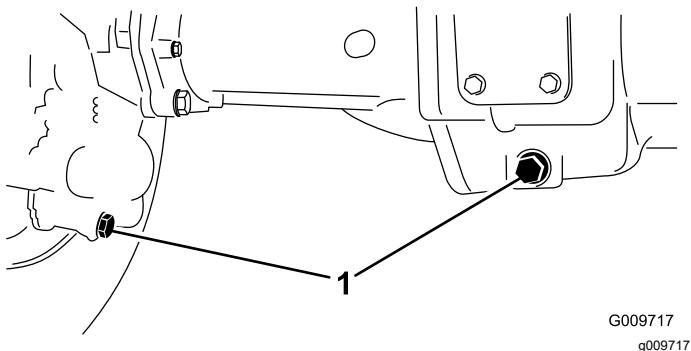

图 69
- 清洁 3 个排油塞的周边区域——两端各 1 个中间 1 个 (**图 69**)。